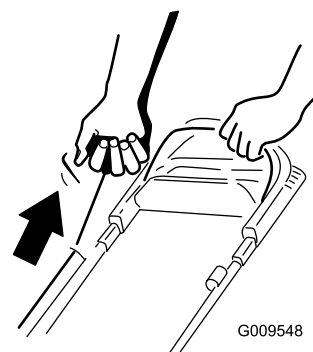

Рисунок 18
2. Потяните рукоятку ручного стартера (Рисунок 18).
**Примечание:** Слегка потяните за ручку стартера без усилия до тех пор, пока не почувствуете сопротивление, после чего резко дерните ее (Рисунок 18). Дайте тросу медленно вернуться в ручку.